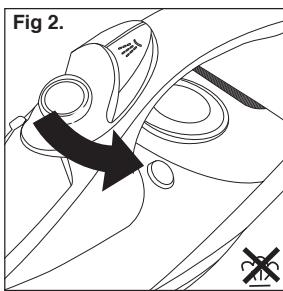

Fig 2.
- El aparato dispone de un regulador de flujo de vapor que situado en el punto mínimo, permite planchar en seco (sin vapor). (Fig.2)